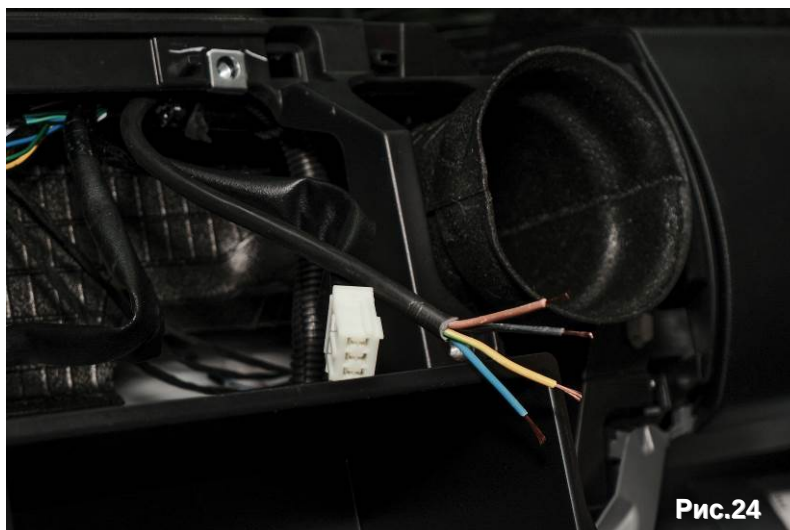
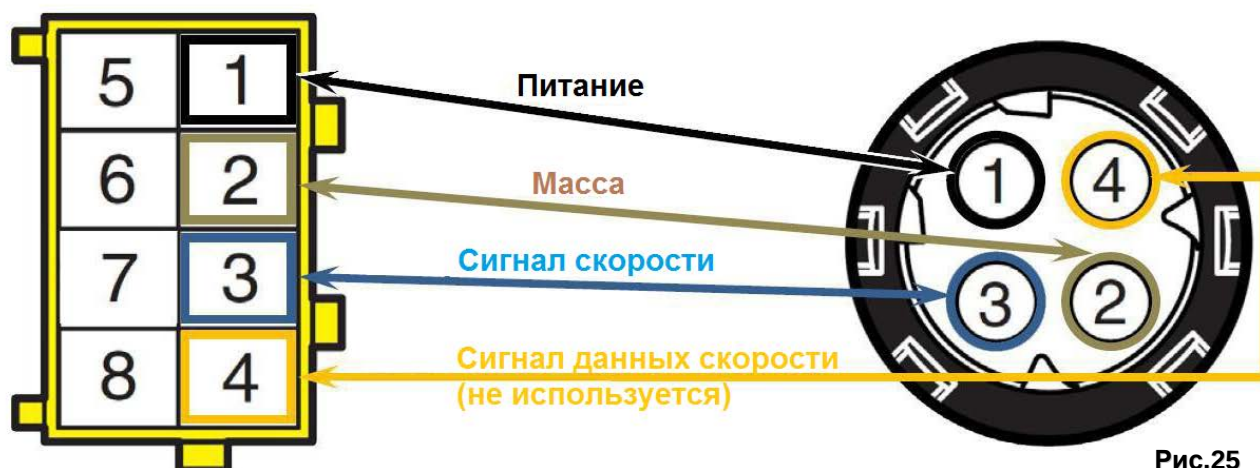

Рис.24
Рис.25
5.8. Отрезать излишки кабеля датчика движения и установить на нём разъём для подключения Устройства (разъём - тип «В», жёлтого цвета), соблюдая следующее расположение контактов (см. рис. 24 и рис. 25): Контакт №1 разъёма типа «В»: питание датчика движения (от Устройства) – черный провод